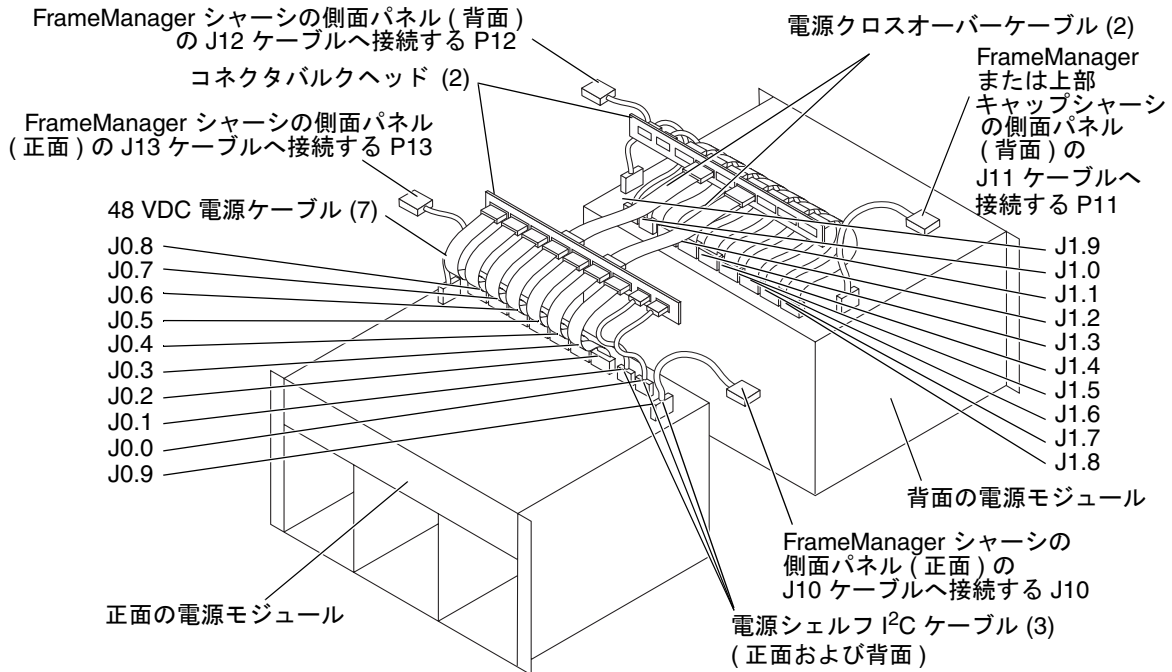

図 16-10 48 VDC 電源ケーブル
3. ファントレーの下からシステム内部に手を入れ、48 VDC ケーブル部品を、電源シェルフ部品の上およびケーブル固定留め具の両方に固定している、4 本 (各ケーブルに 4 本) のオスのジャックねじを緩めます (図 16-10)。
同様に、FrameManager 部品につながる、側面パネルに接続された 3 番めのケーブルも交換できます。詳細は、図 16-10 を参照してください。
詳細は、図 16-10 を参照してください。